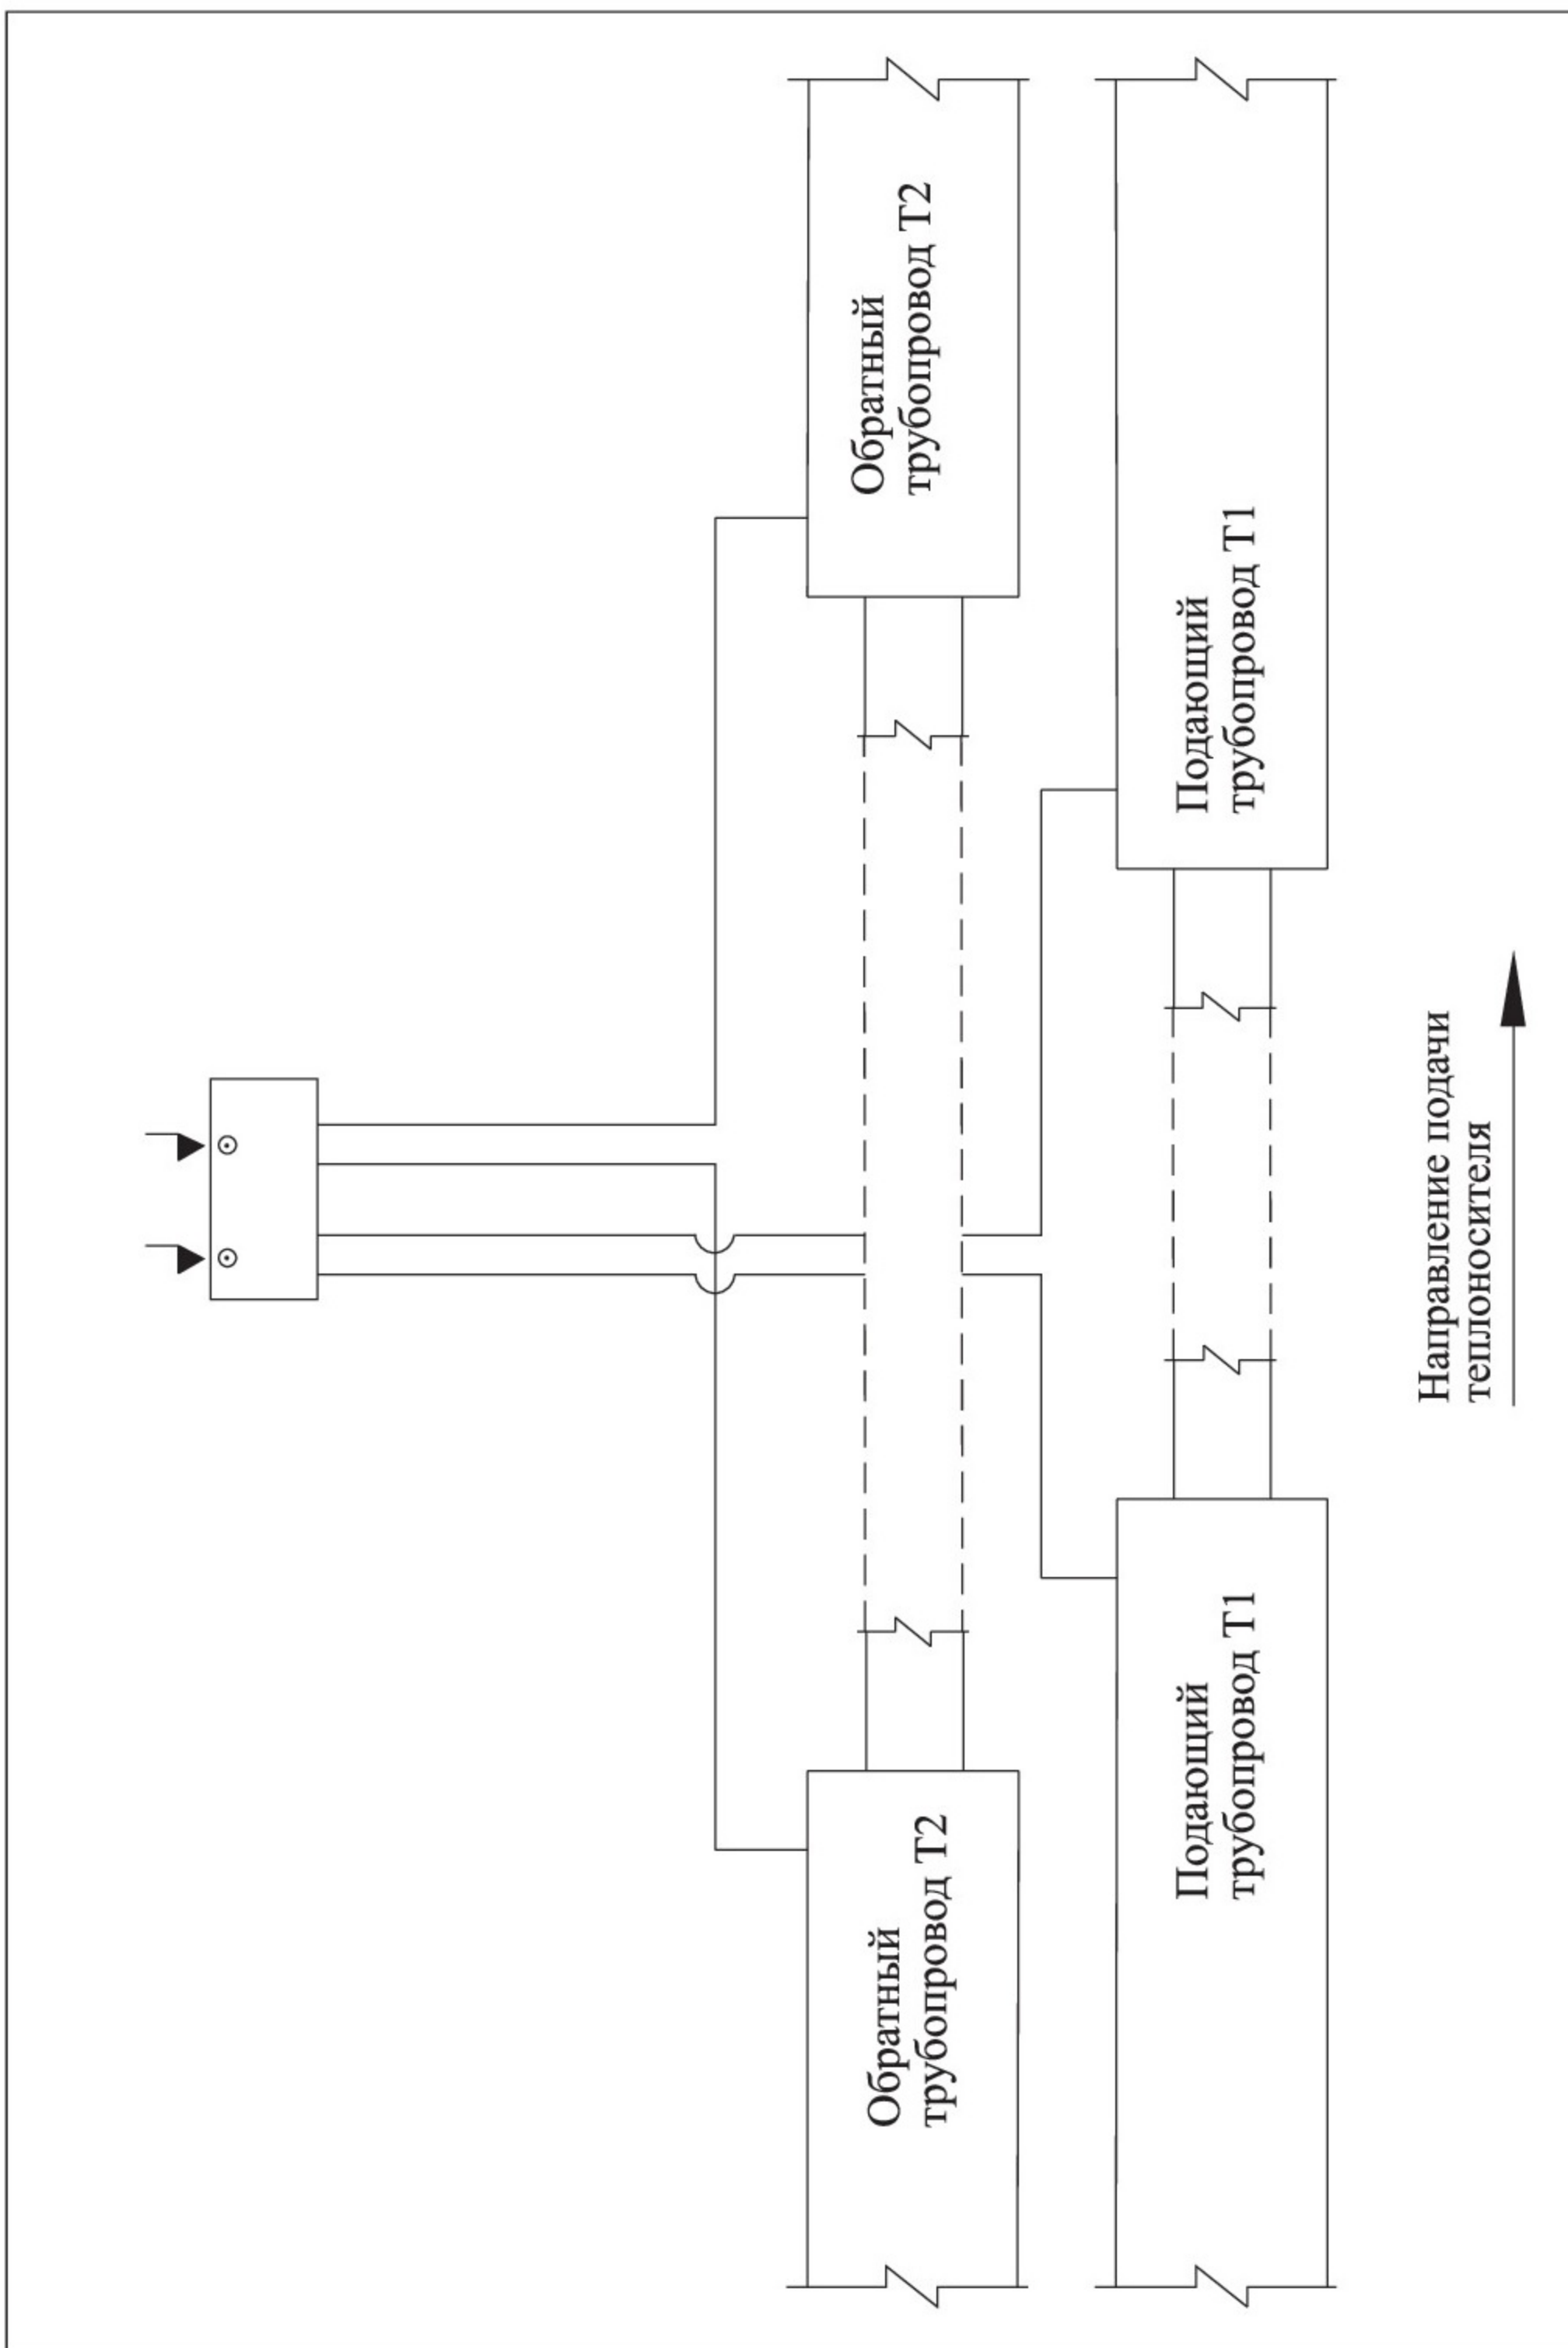

Рис. 4 Разъединение/закольцовка двух независимых двухтрубных систем ОДК
2.3. Разъединение/закольцовка двух независимых двухтрубных систем ОДК, сходящихся с двух сторон в тепловой камере или другом объекте - **Рис. 4, 9.**